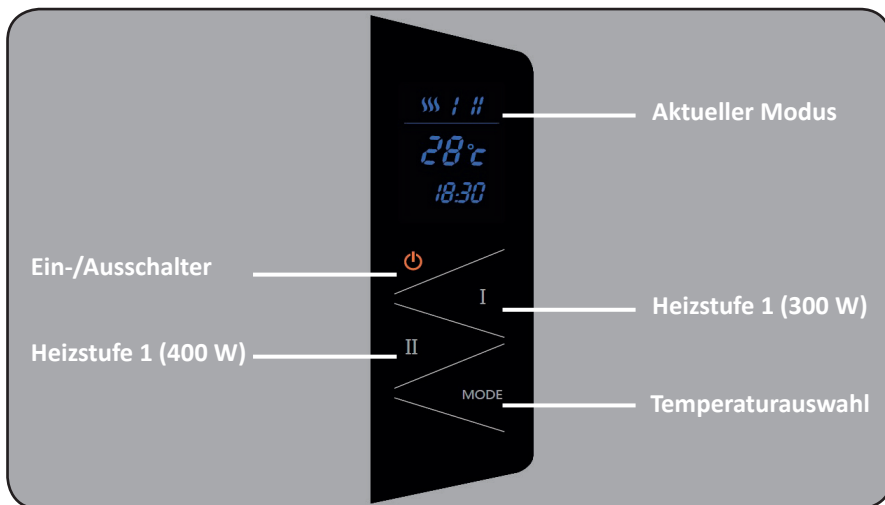

Abb. 2: Geräteübersicht
2. Schalten Sie nun das Gerät ein, indem Sie den Ein-/Ausschalter (siehe Abb. 2) betätigen.
Betätigen Sie den Ein-/Ausschalter (siehe Abb. 2) und ziehen Sie den Netzstecker aus der Steckdose.